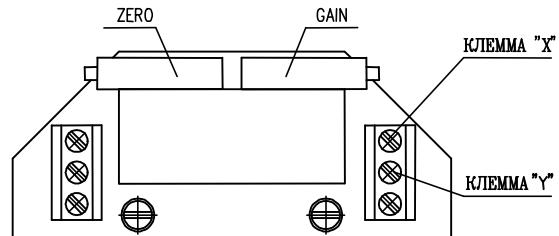

Рис.6
### 4.6.2 EPV - 3-проводниковое включение (рис.6, 6а)
- Установите омический датчик на основании инструкций в предыдущей главе так, что омическую величину измеряйте на клеммах X-Y или 0%-100% (рис.6,6а) (употреблен датчик с сопротивлением 2000 $\Omega$  или 100 $\Omega$ ).
Рис.6а